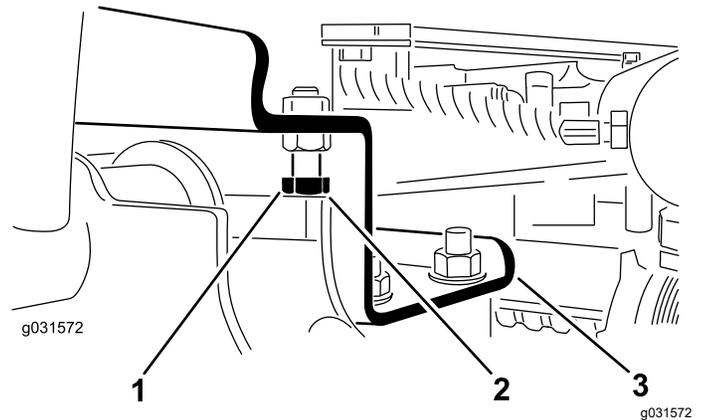

Рисунок 13
- A. Ослабьте затяжку упорных болтов (Рисунок 13).